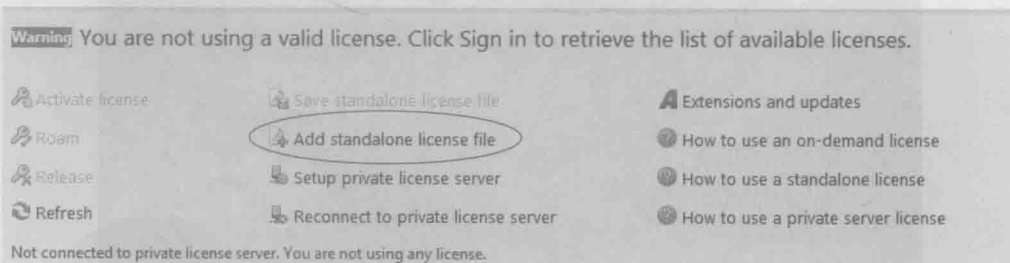

图 1-9 添加授权文件
⑩单击图 1-9 黑圈所示内容,加载 License 文件,进入 AD17 安装文件夹,找到 Licenses 文件夹,打开后选择任意一个后缀名是“.alf”的文件,就可以成功授权,并开始使用软件。